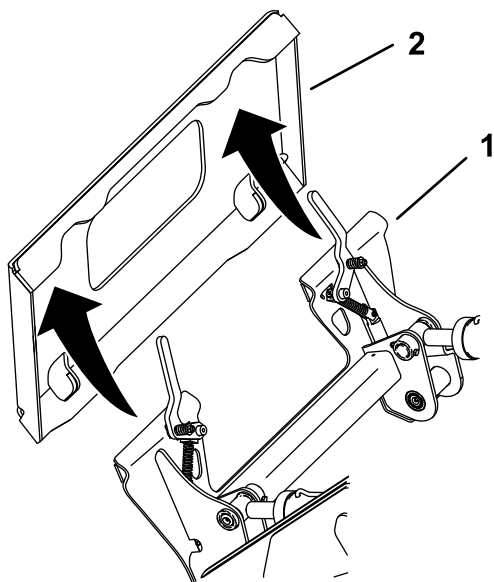

Figura 57
5. Posizionate la piastra di montaggio sul bordo superiore della piastra ricevente dell'attrezzo (Figura 57).